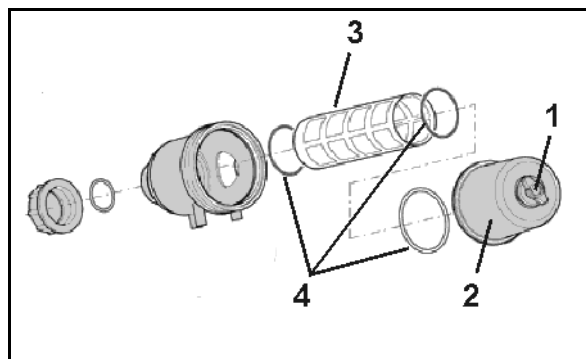

Рис. 126
Чистите приемный фильтр (Рис. 126) ежедневно после режима эксплуатации.
5. Открутите блокирующий винт приемного фильтра (Рис. 126/1).
6. Снимите крышку (Рис. 126/2).
7. Извлеките патрон фильтра ((Рис. 126/3) и почистите водой.
8. Проконтролируйте не повреждены ли кольца круглого сечения (Рис. 126/4).
Следите за правильной установкой колец круглого сечения (Рис. 126/4).